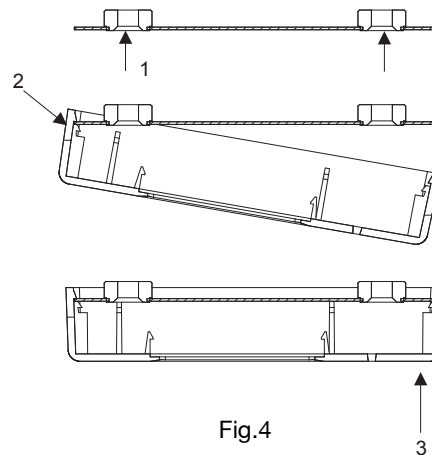

Fig.4
■ Montera kontrollpanel (Fig. 4)